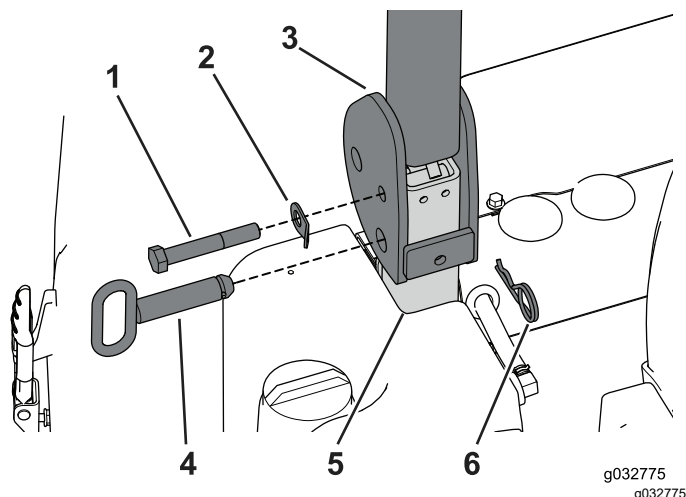

Bild 46
2. Entfernen Sie die Splinte und die Dreharretierbolzen vom Überrollbügel und legen Sie die Splinte zur Seite (Bild 46).